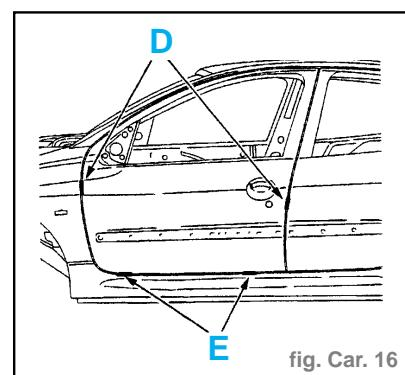

fig. Car. 16
- Fermer la porte et contrôler les jeux (fig. Car. 16) :
- hauteur (E) =  **$5 \pm 2$  mm**
- jeux (D) =  **$5 \pm 1,5$  mm**